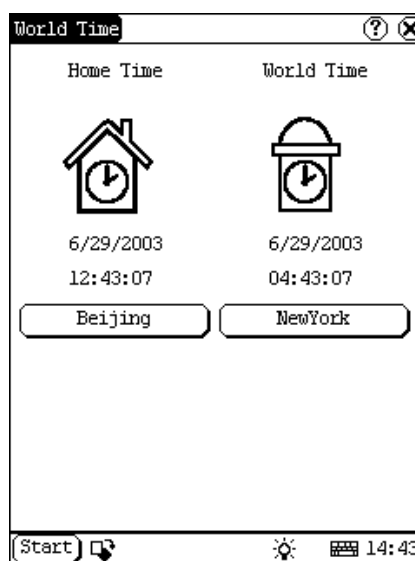

Abb. 4-08
- 4) Danach können Sie die Zeit direkt sehen. (Siehe Abb. 4-08).